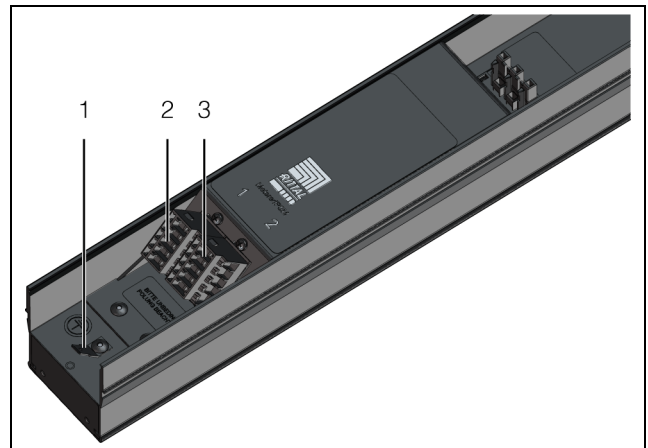

Abb. 3: Anschlüsse
- Verbinden Sie den Gehäuse-Erdungspunkt (Abb. 3, Pos. 1) der PSM Messschiene im Bereich der Einspeisung leitend mit dem Schrankrahmen.
- Schließen Sie ein Anschlusskabel am Anschluss „Einspeisung 1“ (Abb. 3, Pos. 2) oder am Anschluss „Einspeisung 2“ (Abb. 3, Pos. 3) der PSM Messschiene sowie an der Netzversorgung an.